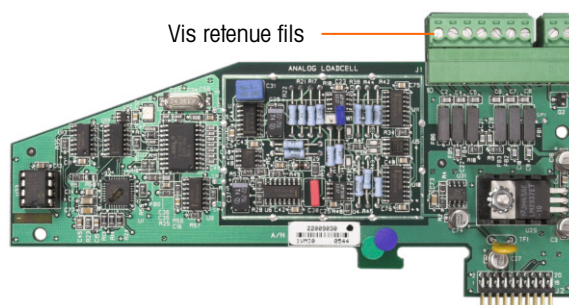
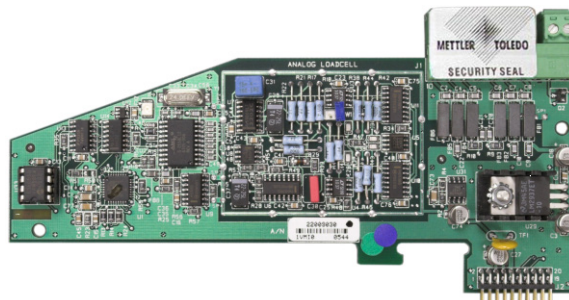

Figure A-114 : Connexions de la carte d'options non protégée
Figure A-115 : Sceau de sécurité installé
3. Pour protéger le(s) câble(s) d'interconnexion du capteur (connecté(s) aux cartes d'options), un sceau de sécurité doit être placé sur chaque connecteur pour éviter qu'ils ne soient enlevés ou déconnectés. Le sceau empêche également l'accès aux vis de fixation des fils (voir la Figure A-114). La Figure A-115 montre un sceau en place.